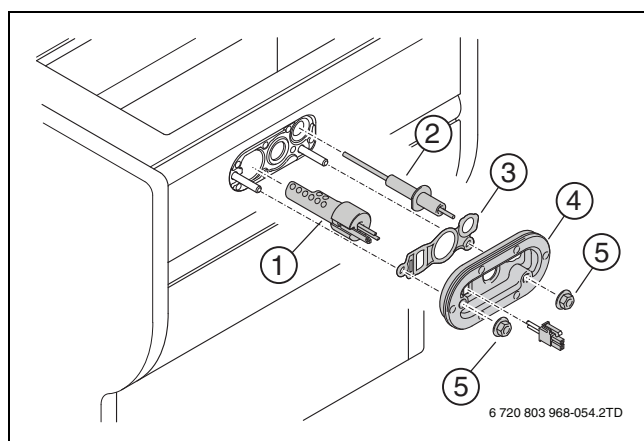

Fig. 64 Înlocuirea instalației de aprindere
- ▶ La fiecare 4 ani garnitura de etanșare (→ fig. 64, [3]) și placa de acoperire trebuie înlocuite cu garnitura de etanșare (→ fig. 64, [4]).